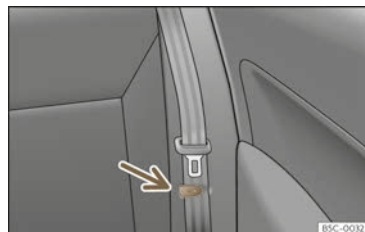

Abb. 97 Rücksitz: Bügel zum Halten des Sicherheitsgurtes.
- Befestigen Sie die seitlichen Sicherheitsgurte am Halter der Verkleidung >>> (Abb. 97).